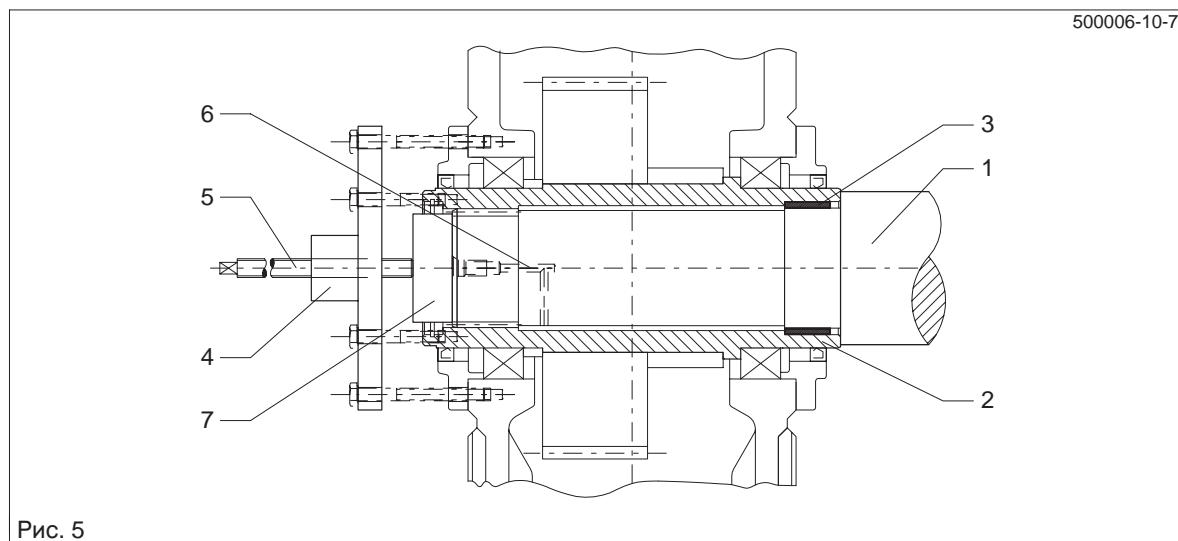
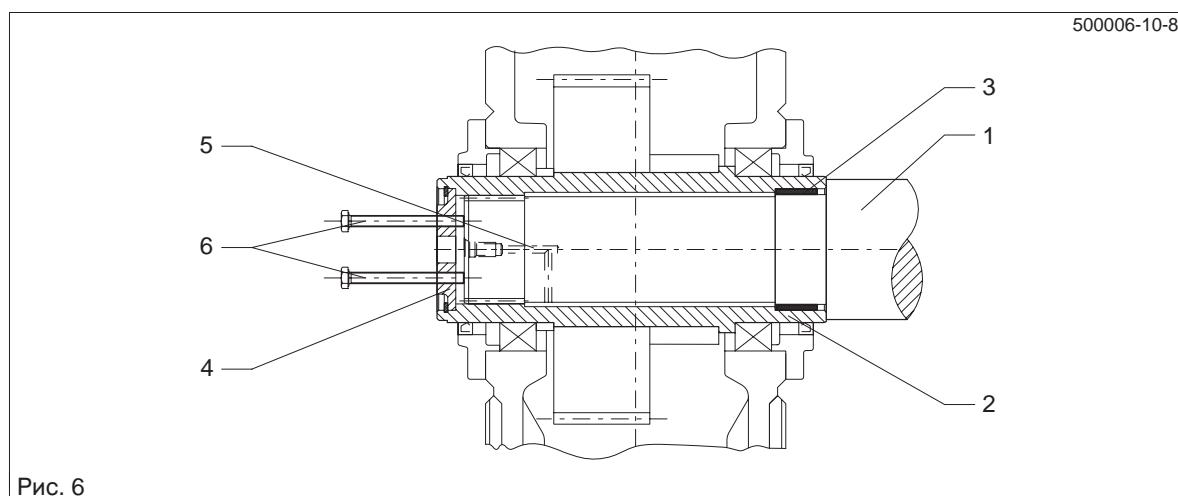

Рис. 5
Рис. 6
- При образовании ржавчины на посадочных плоскостях для облегчения снятия передачи насосом закачать под давлением растворитель ржавчины в пустое пространство сверленого отверстия, чтобы он попал на посадочное место. Подача растворителя ржавчины осуществляется через сверленые отверстия в машинном валу (см. рис. 5) или в концевом диске (см. рис. 6).
- Отжатие передачи от машинного вала может быть выполнено по возможности на месте при помощи отжимного винта на концевом диске (см. рис. 6), центральным ходовым винтом или, предпочтительнее всего, гидравлическим агрегатом Лукаса.
- После достаточного действия растворителя снять передачу при помощи устройства согласно рис. 5 или рис. 6.
Если при этом, как показано на рис. 5, опора не только на полый вал, но и имеется дополнительное объединение с кожухом, силы отжима не должны превышать значений, приведенных в приведенной ниже таблице.